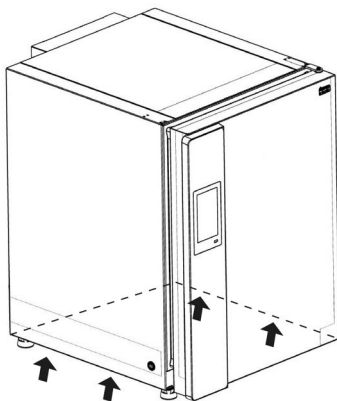
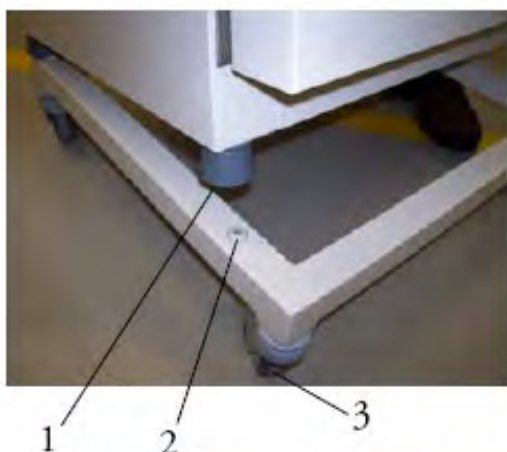

図 2-2. 持ち上げ点：
図 2-8. キャスター付きベースフレーム、脚なし（バージョン Vios iDx 255）
- キャスター上部のレバー（図 2-8、3）でベースフレームをロックします。
- 装置の脚（図 2-8、1）を 4 枚の積み重ねプレート（図 2-8、2）の上に正確に置きます。装置を配置するには、持ち上げ点（図 2-2）でのみ装置を持ち上げます。ドアや背面のコントロールボックスなどの部品を持って装置を持ち上げないでください。
図に示された持ち上げ点でのみ、装置を吊り上げてください（図 2-2）。